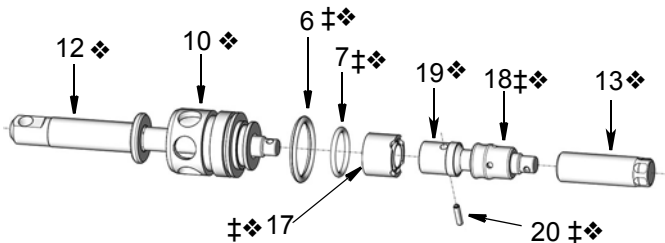

图 21
5. 将铲形密封座 (17†) 安装到活塞铲杆 (12❖) 上 (图 21)。
7. 用溶剂清洁活塞杆 (19❖) 和对准杆 (13❖) 的螺纹, 为螺纹锁定复合做准备 (图 21)。
- 将活塞杆夹在台钳中, 可能更易于组装这两个部件。将活塞杆夹在台钳内时要小心, 不要过度拧紧杆周围的台钳, 以免损坏杆体或刮伤外表面。仅夹在活塞杆 (19) 的凹面上。
- 如果使用台钳, 为了防止在扭紧两个部件时活塞杆发生转动, 可通过销孔插入一根比弹簧销 (20) 长的销。
10. 将弹簧销钉 (20†❖) 插入在步骤 6 中对齐的销孔 (图 21)。